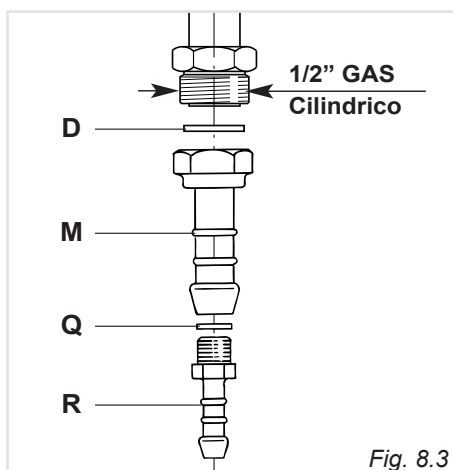
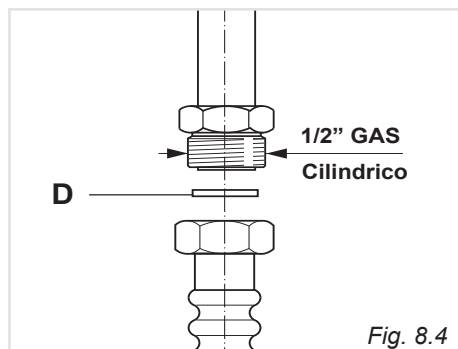

Fig. 8.3
Fig. 8.4
Il gruppo di raccordo (fig. 8.3) si compone di:
- Montare il raccordo portagomma "M" interponendo la guarnizione di tenuta "D" (fig. 8.3).
- Montare sul portagomma "M" la riduzione "R" con interposta la guarnizione "Q" (fig. 8.3).
Per effettuare il collegamento gas è necessario togliere il portagomma "M" (fig.8.3) ed avvitare direttamente sul condotto gas dell'apparecchio il terminale del tubo metallico interponendo la guarnizione "D" (fig.8.4).